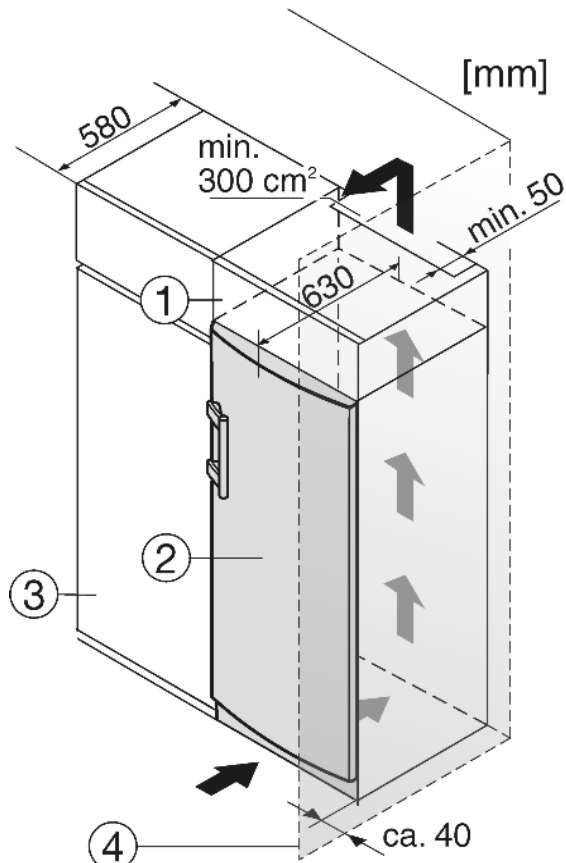

Fig. 9
- (1) Élément haut
- (2) Appareil
- (3) Placard de cuisine
- (4) Mur
L'appareil peut être entouré de meubles de cuisine. Pour adapter l'appareil Fig. 9 (2) à la hauteur des placards de la cuisine intégrée, on peut placer un élément haut Fig. 9 (1) au-dessus de l'appareil.
Lors de la transformation avec des placards de cuisine (profond. max. 580 mm) l'appareil peut être placé directement à côté du placard Fig. 9 (3). La porte de l'appareil saillit latéralement de 34 mm et au milieu de l'appareil de 50 mm par rapport à la face avant du placard de cuisine. Ainsi, elle se laisse ouvrir et fermer sans problèmes.
Si l'appareil est installé avec les charnières à côté d'un mur Fig. 9 (4), la distance entre l'appareil et le mur doit être de 40 mm min. Ceci correspond à la saillie de la poignée lorsque la porte est ouverte.